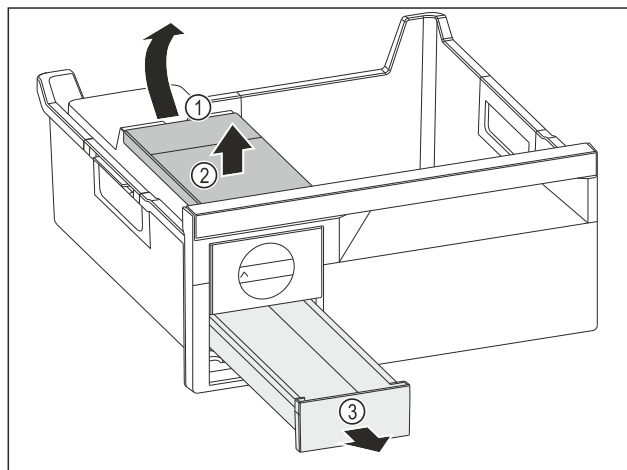

Fig. 140
- Wyjmowanie zbiornika wody: Zbiornik wody unieść za wycięcia Fig. 140 (1).
- Wyjąć zbiornik wody Fig. 140 (2) do góry.
- Wyjąć szufladę na kostki lodu Fig. 140 (3) do przodu.